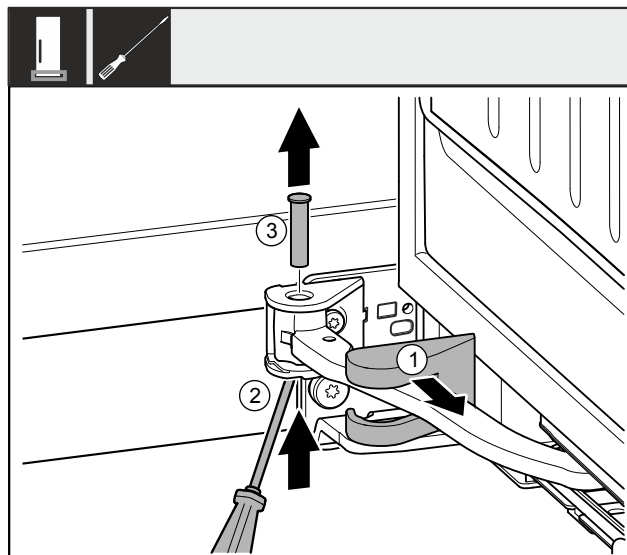

Fig. 10
- Skinite pokrov podloška ležaja Fig. 10 (1) i pomaknite ga uzduž zgloba.
- Odvijačem podignite svornjak Fig. 10 (2) odozgo.
- Izvucite svornjak Fig. 10 (3) odozgo.